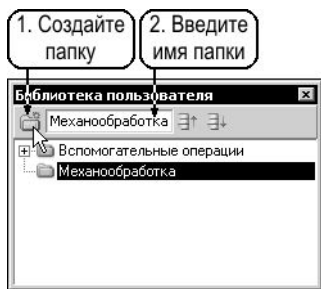

Рис. 9.24. Создание папки
Чтобы создать папку, подчиненную «корню» библиотеки пользователя, выполните следующие действия (рис. 9.24):
2. В окне **Текущая папка** введите имя новой папки (например, на рис. 9.24 введено имя «Механообработка») и нажмите клавишу <Enter>.